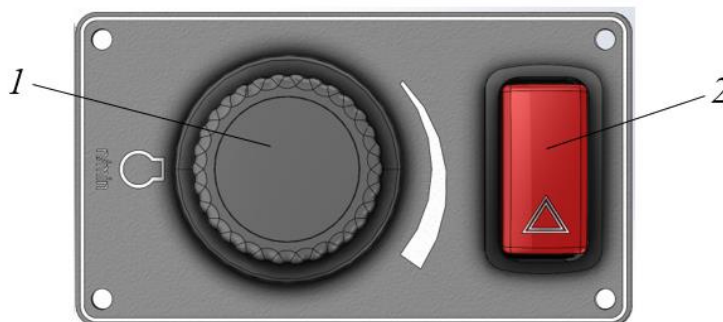

Рисунок 5.72. Органы управления левой тумбы
- ▶ Проверить активацию кнопки безопасности (поз. 2, рис. 5.72), рабочее навесное оборудование и система хода машины деактивированы.
- Рукояткой оборотов (поз. 1, рис. 5.72) установить частоту вращения двигателя 1500 ± 50 об/мин.
- ▶ Рукояткой (поз. 1, рис. 5.72) установить минимальные холостые обороты двигателя.